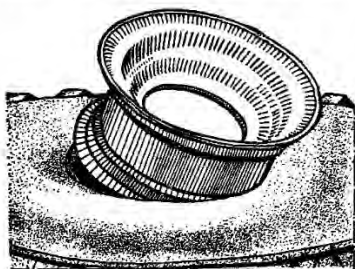

Рис. 132.
2. На ровную чистую площадку положить покрышку и на нее установить колесо вниз закраиной, расположенной со стороны вентиляного отверстия, а вентиляное отверстие установить в противоположной стороне заводимой части колеса (рис. 132).